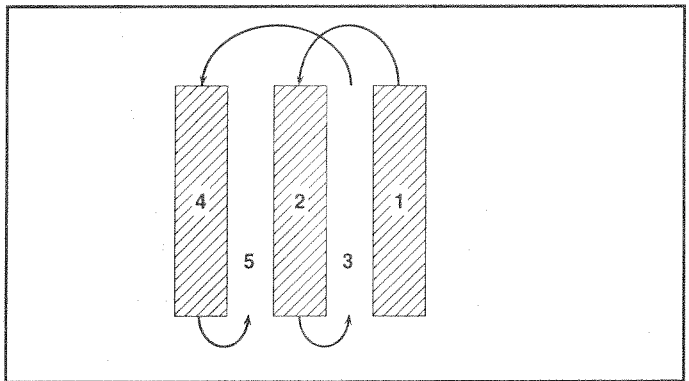

FIG. 14
- Para facilitar el manejo de su cultivadora, deje alrededor de 8 pulgadas de terreno sin labrar entre la primera y la segunda pasada para el labrar. La tercera pasada se hace entre la primera y la segunda (Vea la Fig. 14).